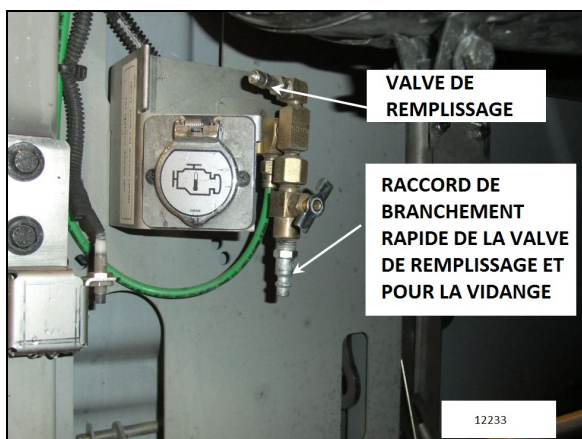

FIGURE 7: EMPLACEMENT DE LA VALVE ARRIÈRE
La valve arrière se trouve dans le compartiment moteur et est accessible depuis la porte latérale droite du compartiment moteur (FIGURE 7).
Le dessiccateur d'air et le réservoir humide peuvent être purgés simultanément pour l'entretien en utilisant la valve de remplissage du système d'air de secours placée dans le compartiment moteur et accessible par la porte latérale droite du compartiment moteur (FIGURE 7).
1. Détendre la pression du dessiccateur d'air en ouvrant la valve de vidange du dessiccateur (FIGURE 7).